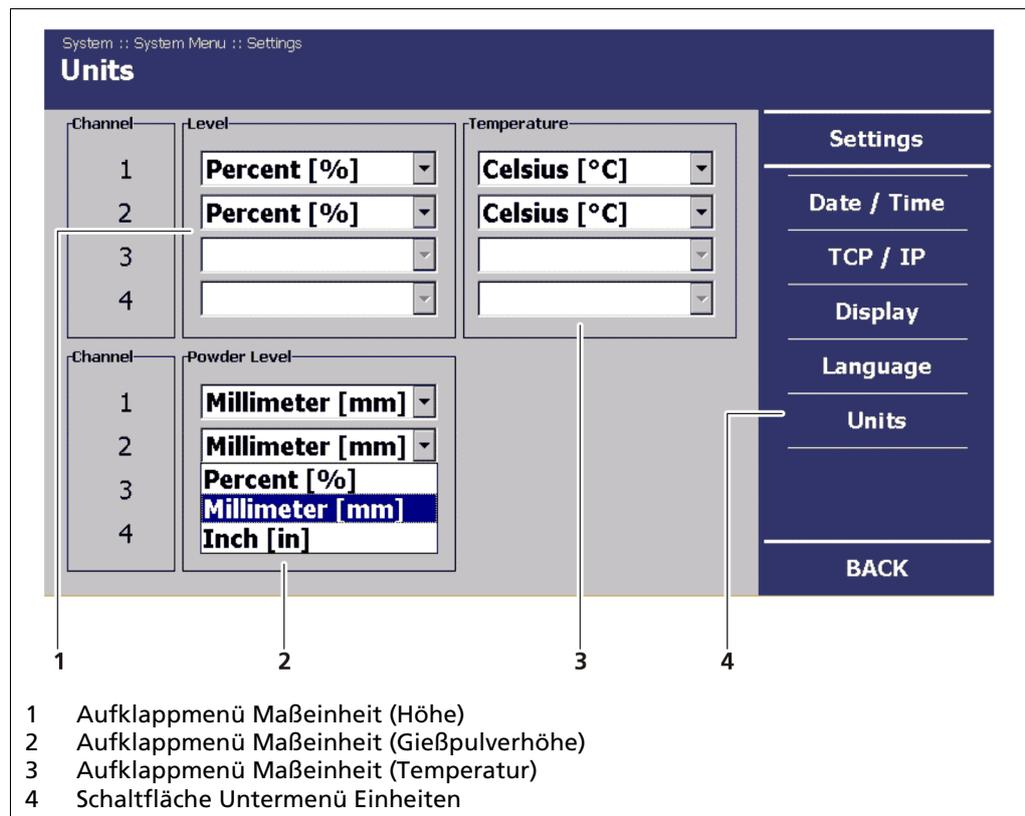

Abb. 32 Systemmenü, Einstellungen – Einheiten
1. Klicken Sie im **Systemmenü | Einstellungen** auf **<Einheiten>**, um die Maßeinheit zu ändern. (Abb. 32, Pos 3).
2. Klicken Sie auf das Auswahlmenü „Füllstand“ (Abb. 32, Pos. 1), um die gewünschte Maßeinheit auszuwählen.
4. Führen Sie die Auswahl für die Temperatureinheit analog durch (Abb. 32, Pos. 3) und ggfs. die des Gießspiegel (Abb. 32, Pos. 2).